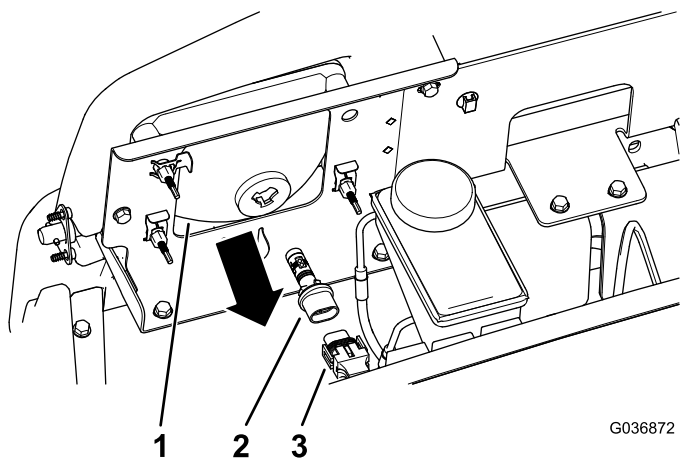

図 51
3. ヘッドライトハウジングの裏側からきているランプアセンブリ用ハーネスコネクタを外す 図 51。
4. ランプアセンブリを左に¼回転させて後ろに引き抜いてヘッドライトハウジングから取り出す 図 51。
5. 新しいランプアセンブリとヘッドライトハウジングを入れ、ランプアセンブリについているタブをヘッドライトハウジングのスロットに合わせる 図 51。
6. ランプアセンブリを右方向に¼回転させて取り付ける 図 51。
7. ハーネス用のコネクタを、新しいランプアセンブリのコネクタに接続する 図 51。